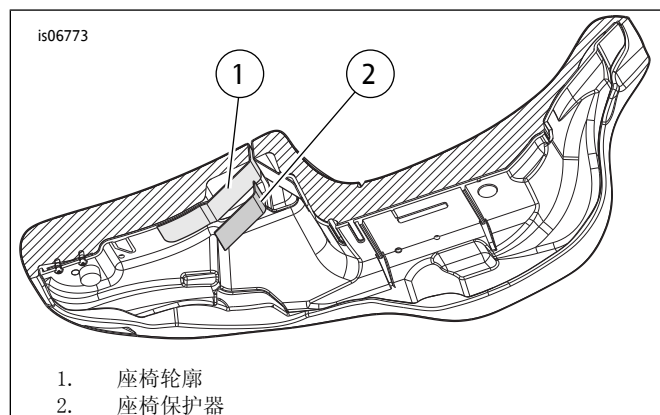

图4。座椅下侧
13. 参见图4。标记表面形状，座椅保护器（2）将覆盖座椅轮廓（1），轻轻调节保护器的形状以便更好地适应座椅轮廓。